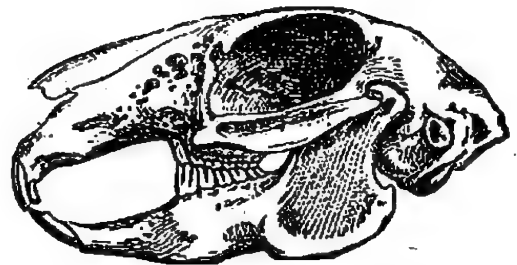

Fig. 184. — Crâne de rongeur (lapin).
**7. Les rongeurs (fig. 184) n'ont pas de canines, mais à chaque mâchoire de longues incisives taillées en biseau.** — Leurs molaires, semblables à celles des herbivores, ont une couronne aplatie, mais garnie de replis sinueux, et leur ensemble